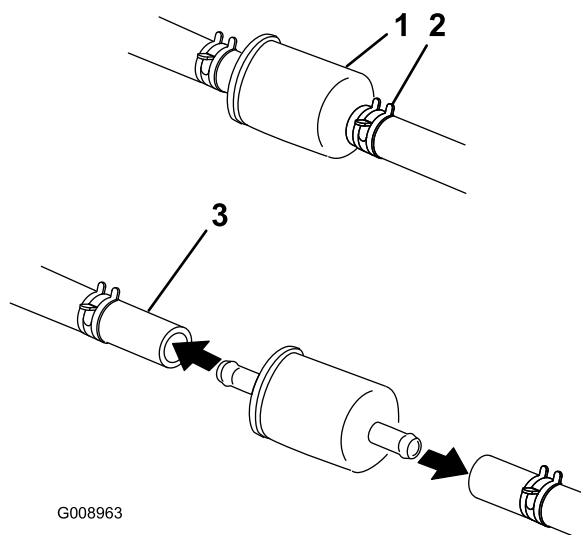

Figure 39
4. Fermez le robinet d'arrivée de carburant sous le siège (Figure 39).
5. Pincez les extrémités des colliers et faites glisser ceux-ci pour les éloigner du filtre (Figure 39).
7. Posez un filtre neuf et rapprochez les colliers de fixation du filtre (Figure 39).